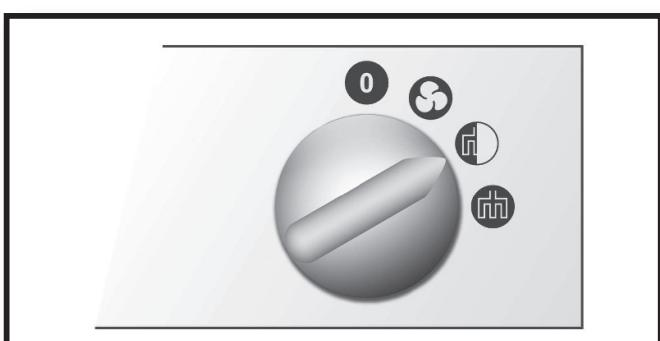

Fig. 6
- Varmeangivelse 1. grad – fig. 6